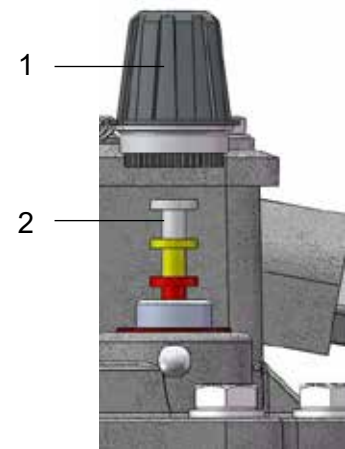

Fig. 7b - Tecla de teste
- Desenroscar a grande porca de cobertura (Fig. 7b/ N° 1)
- Apertar a tecla (Fig. 7b/ N° 2) até metade do curso e manter premida na posição (verificação do funcionamento da bóia superior - aviso)